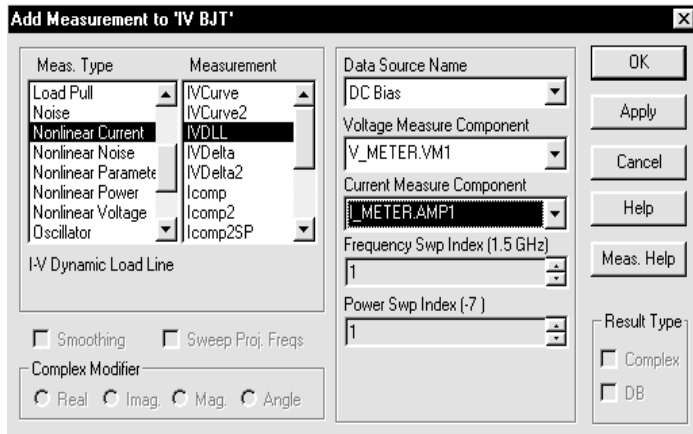

Рис. 3.24
4. Выберите **Nonlinear Power** в окне списка **Meas Type**. Выберите **IVDLL** в окне списка **Measurement**. Выберите **DC Bias** в поле **Data Source Name**, выберите **V\_METER.VM1** в поле **Voltage Measure Component**, выберите **I\_METER.AMPI** в поле **Current Measure Component**, выберите **1** в поле **Frequency Swp Index** и в поле **Power Swp Index** и нажмите **Apply**. (Рис. 3.24).